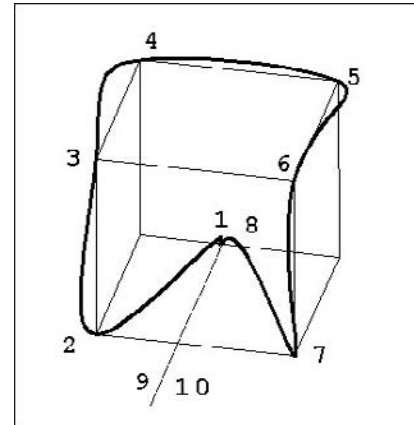

Fig.16.15
- 1 Exécutez la commande de dessin de spline à l'aide de l'une des méthodes suivantes (fig.16.15) :